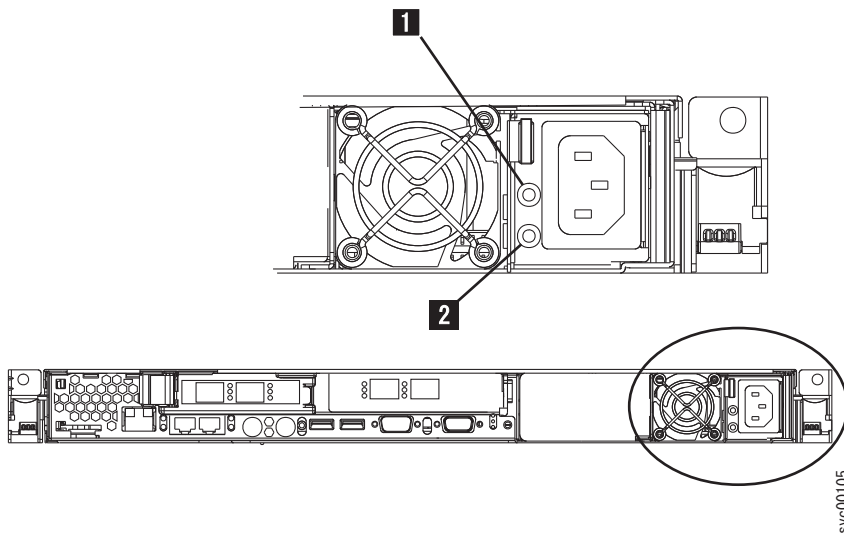

図 163. SAN ボリューム・コントローラー 2145-8F2 または SAN ボリューム・コントローラー 2145-8F4 の AC 電源 LED と DC 電源 LED
5. 電源機構上の電源機構ファンが始動し、AC 電源 LED **1** および DC 電源 LED **2** が点灯し (194 ページの図 163 を参照)、電源機構が正しく作動していることを示していることを確認してください。